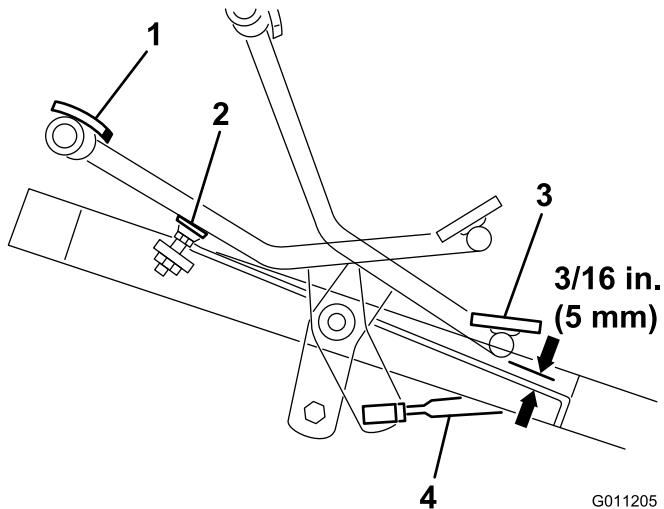

Bild 44
1. Drücken Sie das Fahrpedal ganz nach vorne durch, bis die Ventilspule im 5. Abschnitt vollständig herausgezogen ist. Dabei muss das Pedal den Pedalanschlag berühren (Bild 44).
2. Prüfen Sie die Entfernung zwischen der Unterseite des Pedals und dem Fußbrett, siehe Bild 44. Der Abstand sollte ungefähr 5 mm betragen. Sie müssen die Fahrschaltstange einstellen, wenn der Abstand mehr oder weniger als 5 mm beträgt. Führen Sie folgende Schritte aus:
- A. Entfernen Sie die Klemmmutter und das Kugelgelenk, mit denen die Schaltstange (Bild 44) an der Fahrwellen-Schwenkplatte befestigt ist.